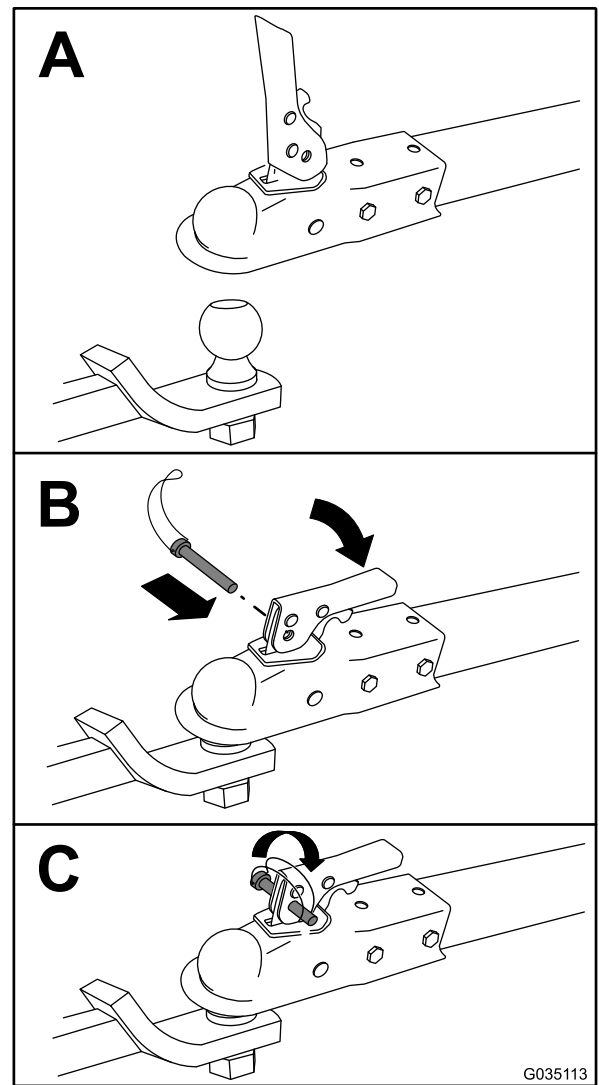

Figura 15
7. Attachez la machine comme montré à la Figura 15.